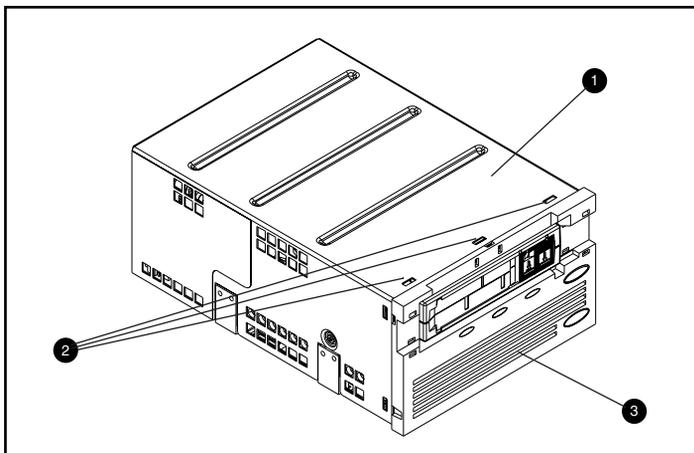

Figura D-1. Rimozione del frontalino
Il frontalino ❸ viene rimosso tirandolo e contemporaneamente abbassando le scanalature di bloccaggio ❷ che lo fissano al coperchio dell'unità ❶ (vedere la Figura D-1). Il frontalino è fissato al coperchio dell'unità da sette scanalature di bloccaggio.